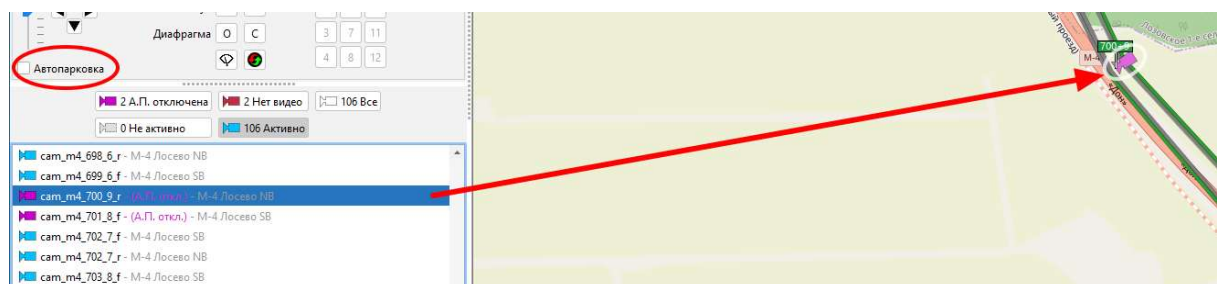

Рис. 52 Снятие флага автопарковки
При штатной работе у камер включен режим автопарковки (т.е. наличие флага «Автопарковка» в области (4)). Но для наблюдения за продолжительными событиями (например, ДТП) оператору необходимо зафиксировать камеру в определенном положении. Для этого оператор выбирает камеру в области с перечнем статусов (5) и снимает флаг автопарковки. При этом пиктограмма камеры меняет свой цвет на сиреневый (см. рис. 52).